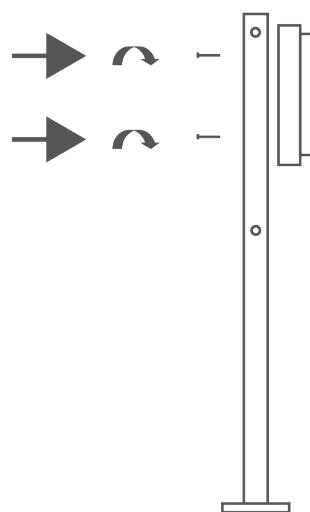

Рисунок 7.2.1. Установка кронштейна с замком на замковую стойку
2. С помощью винта M6x60 прикрутите кронштейн с замком к стойке (рис.7.2.1).